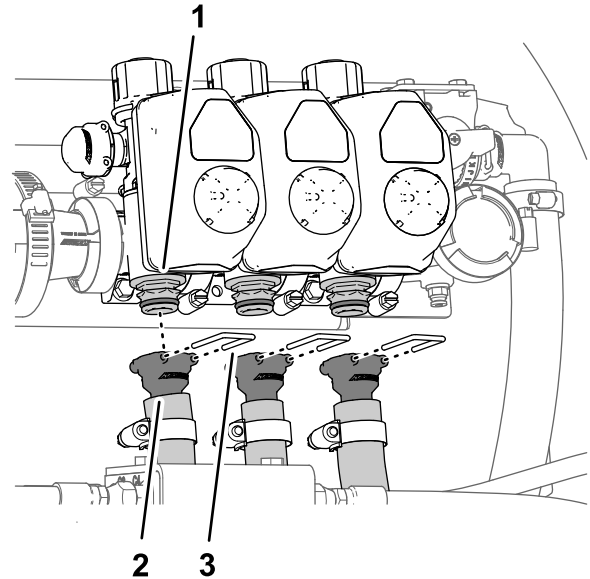

Figura 39
6. Retire las horquillas de retención que sujetan los acoplamientos dentados rectos a los acoplamientos de desconexión rápida de las válvulas de sección de brazos izquierda, central y derecha (Figura 39).
7. Retire las mangueras de las válvulas de sección de brazo izquierda, central y derecha de la máquina (Figura 39).